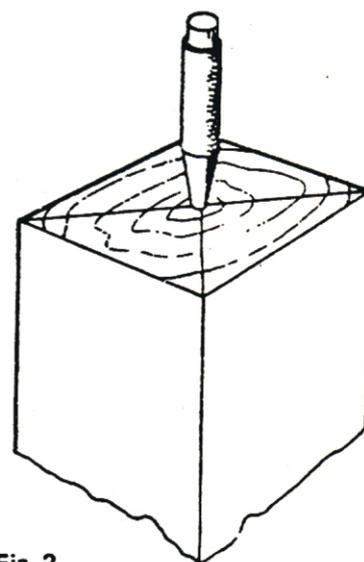

Fig. 2
- b – Reforce o centro com punção (fig. 2)